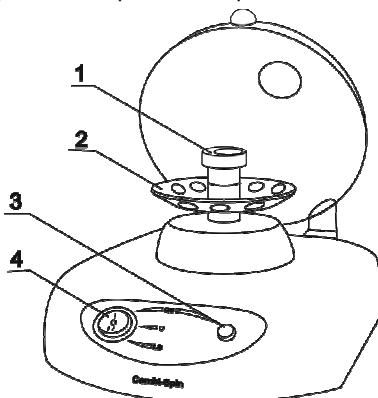

Fig.1 Vista generale
L'unità dispone di un meccanismo di fissaggio per tutti i tipi di rotori sopracitati; in 3-5 secondi, l'operatore può sostituire con facilità il rotore a seconda del tipo di provette da utilizzare. Per sostituire un rotore, (fig.1/2), tenerlo con una mano e ruotare la testa di agitazione (fig.1/1) in senso antiorario per poterlo estrarre. Sostituire il rotore e riavvitare la testa di agitazione.
- 4.2.1. Portare l'interruttore (Fig.1/4) in posizione I (**QS**, Quick Spin).
- 4.2.2. Aprire il coperchio e inserire un numero PARI di provette negli alloggiamenti del rotore (Fig.1/2) in modo che siano disposte una di fronte all'altra. Chiudere il coperchio.
- 4.2.3. Premere il pulsante **QS** (Fig. 1/3) per i processi di miscelazione/sedimentazione rapidi e tenerlo premuto per il tempo desiderato. Rilasciando il pulsante **QS** l'unità si fermerà automaticamente.
4.2.4. Portare l'interruttore (Fig.1/4) in posizione O (OFF).
4.3.1. Portare l'interruttore (Fig.1/4) in posizione I (**QS**).
4.3.2. Tenendo le provette con le dita per la parte superiore, inserire le provette spingendo delicatamente la parte inferiore nella cavità della testa di agitazione (Fig.1/1).
4.3.4. Portare l'interruttore (Fig.1/4) in posizione O (OFF).
4.4.1. Aprire il coperchio e inserire un numero PARI di provette negli alloggiamenti del rotore (Fig.1/2) in modo che siano disposte una di fronte all'altra. Chiudere il coperchio.
4.4.2. Per avviare la centrifugazione, portare l'interruttore (Fig. 1/4) in posizione II (**LS**, Long Spin).